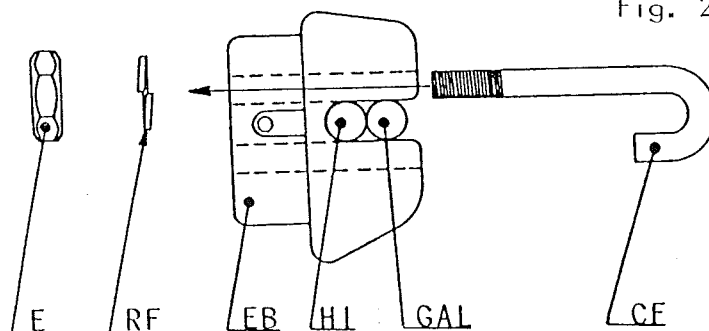

Fig. 2
- 2 - Placer la crosse filetée dans les trous prévus à cet effet dans l'embout de barre de flèche (fig. 2) jusqu'à faire ressortir le filetage de l'autre côté de l'embout.